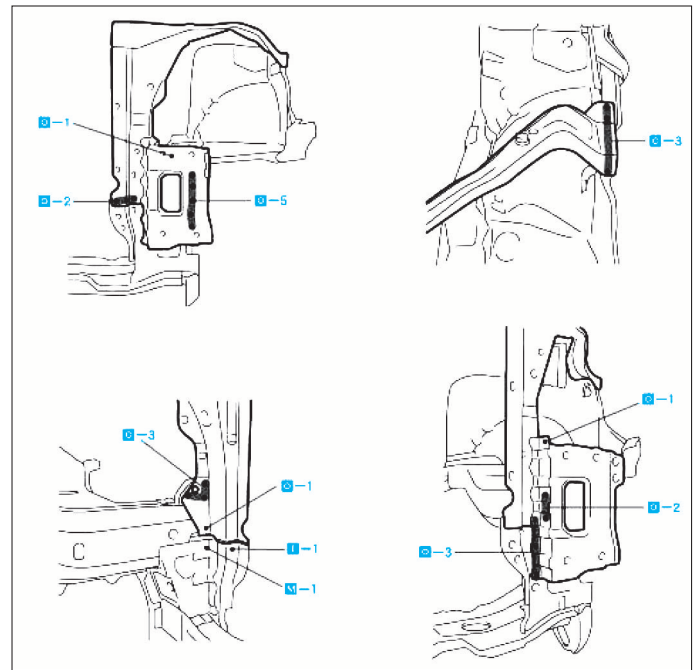

FIG. 4
- Après la soudure (Fig.4), appliquer de la mousse en polyuréthane sur les pièces correspondantes.